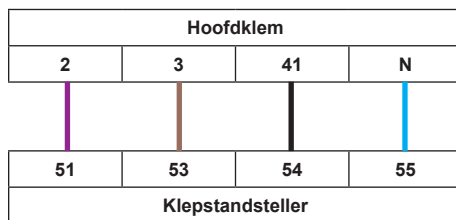

Fig. 15 Aansluitschema installatie klepstandsteller
- Sluit de DE kabelbehuizing aan zoals in fig. 15 is aangegeven.